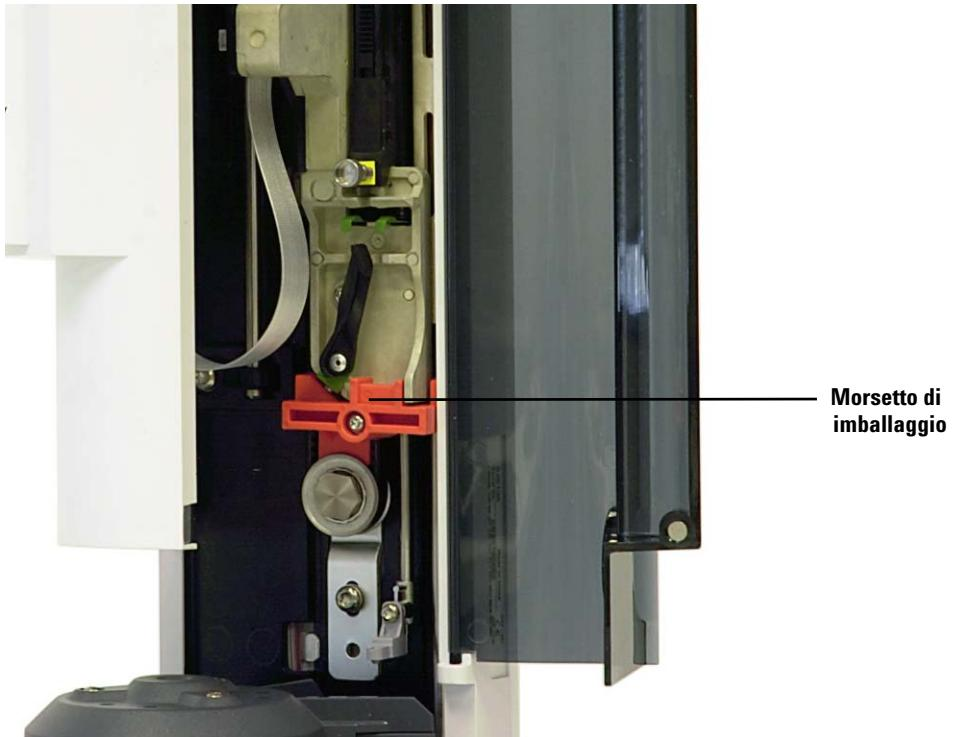

Figura 11 Morsetto di imballaggio montato.
- 5 Utilizzando un cacciavite Torx T-10, allentare completamente la vite T-10 e rimuovere il morsetto di imballaggio dal portasiringa (Figura 11 e Figura 12).